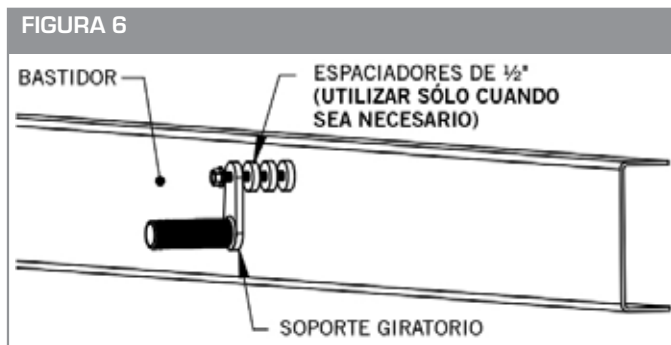

FIGURA 7
- A. Una vez que los soportes estén en posición con el guardafango, apriete el 5/8" x 4-1/2" que atraviese el soporte giratorio (10001472/10001474) para fijar el giratorio de forma segura al bastidor. (Ver la Figura 7)